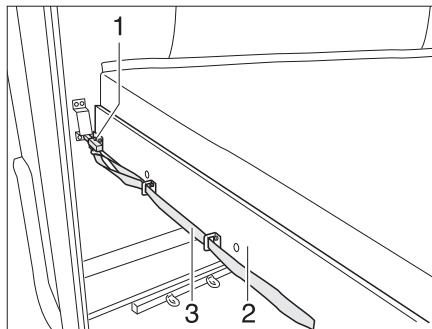

Fig. 123 Lit superposé (arrière)
- Tirer sur la boucle (Fig. 123,3) et désenclencher le verrou (Fig. 123,1).
- Tirer le sommier à lattes (Fig. 123,2) avec le matelas vers l'avant jusqu'à ce qu'il s'enclenche.